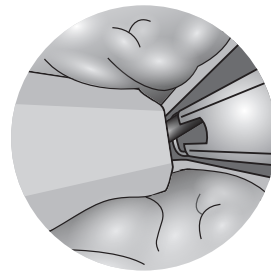

Figura 7
⚠️ PRECAUCIÓN: Si no se coloca la sutura contra el borde más cercano del orificio (ejemplo mostrado en la **figura 7**, a continuación), se podría producir un despliegue incorrecto de la pieza terminal uretral o un corte incompleto de la sutura.
3.5 Pulse el botón del disparador uretral hacia el telescopio (**paso 4, figura 7**) para desplegar la pieza terminal uretral y cortar la sutura sobrante. Tras pulsar el botón del disparador uretral, se desplegará el implante completo. Si la sutura no se corta completamente después de pulsar el botón del disparador uretral, siga el paso 5.3 para cortar la sutura a mano. Ya no es posible colocar más implantes con el mismo aplicador.